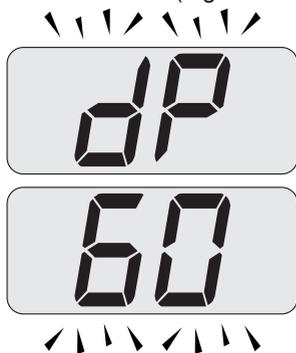

Figura 9.25
- Premendo ulteriormente il tasto 17 è possibile variare nuovamente la potenza in modalità spazzacamino: con visualizzazione sul display LCD delle lettere **dP** che si alternano con il valore di temperatura dell'acqua di riscaldamento (es. **60**), siamo "funzione spazzacamino" alla potenza massima in sanitario" (Figura 9.25);